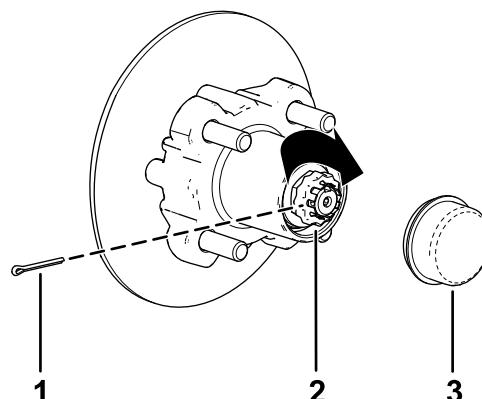

図 35
8. ナットの上からリテーを取付け、リテーのスロットとスピンドルのスロットが整列しているかどうか確かめる図 35。
9. コッターピンを取り付け、ピンの足をリテナに巻き付けるように曲げる図 35。
10. ハブにダストキャップを取り付ける図 35。